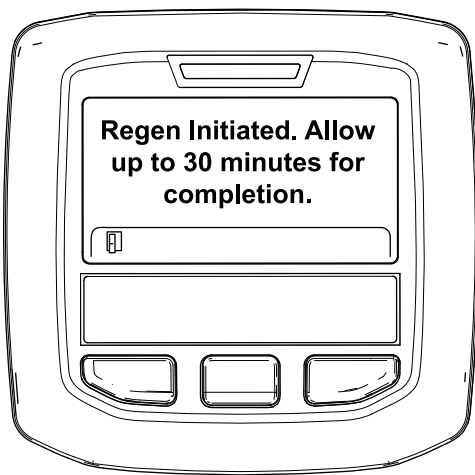

Figura 50
- Se a regeneração for permitida, surge a mensagem "Regen Initiated. Allow up to 30 minutes for completion" (Regen. iniciada. Aguarde 30 minutos até ser concluída) no InfoCenter; aguarde até que a máquina conclua o processo de regeneração em estacionamento (Figura 50).